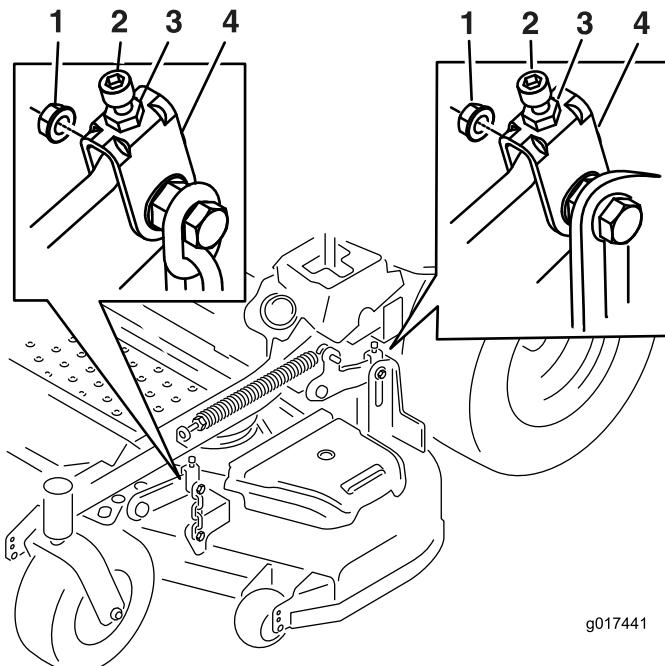

Figura 73
Gire el tornillo de ajuste hasta obtener una altura de 7.6 mm (3 pulg.) (ver Figura 73).
16. Gire el tornillo de ajuste hasta obtener una altura de 8.3 cm (3-1/4 pulg.) (Figura 73). Para aumentar la altura, gire la tuerca de ajuste en el sentido de las agujas del reloj; para reducirla, gire la tuerca en el sentido contrario.